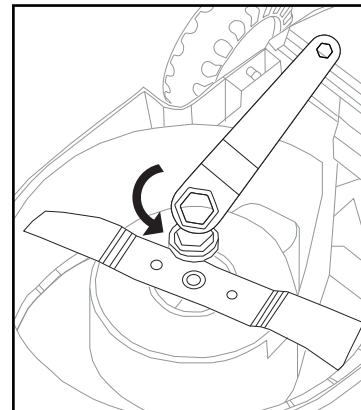

Рис. 4
**Установка нового режущего ножа (Рис. 4)**